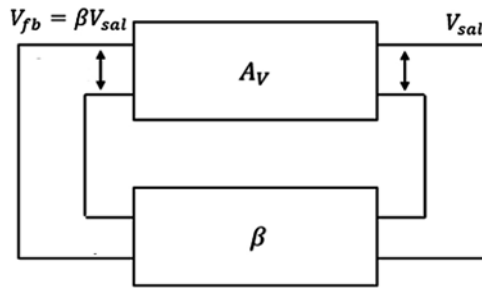

Figura 8.20 Ejercicio de aplicación. Fuente: Elaboración propia
b) En el diagrama de la figura 8.20, si $A_V = 50$ y $\beta = 0,04$ ¿el circuito oscilará?